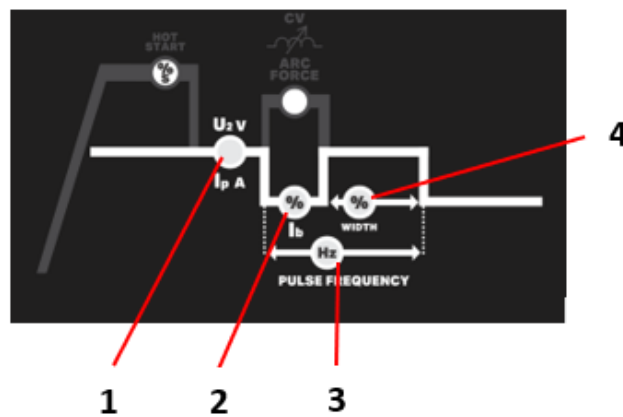

Fig. 3 – Paramètres LIFTIG
- Régler la valeur du courant de soudage (Fig.3 – 1)
Pour DC 254-604 (Voir les Article de la Fig. 3)